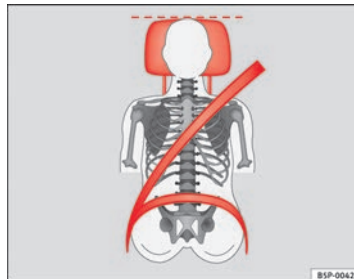
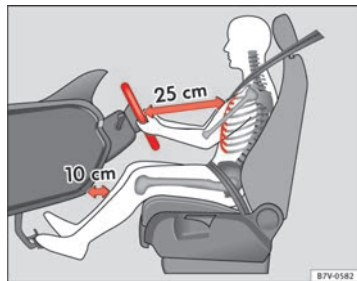

Fig. 2 Nastro della cintura e poggiatesta posizionati correttamente.
Fig. 1 La separazione corretta tra il conducente e il volante deve essere di 25 cm come minimo (10 pollici).
- Regolare il poggiatesta portando il suo bordo superiore alla stessa altezza della parte superiore della testa, in nessun caso mai sotto l'altezza degli occhi. Tenere la nuca il più vicino possibile al poggiatesta ⇒ fig. 1 e ⇒ fig. 2.
- Regolare il volante in modo che resti uno spazio di minimo 25 cm (10 pollici) dal torace ⇒ fig. 1 e che sia possibile prendere il volante lateralmente dal lato esterno con entrambe le mani e le braccia leggermente piegate.
- Regolare il sedile del conducente longitudinalmente in modo da poter premere a fondo i pedali con le gambe leggermente piegate e che le ginocchia restino come minimo a 10 cm (4 pollici) dalla plancia ⇒ fig. 1.